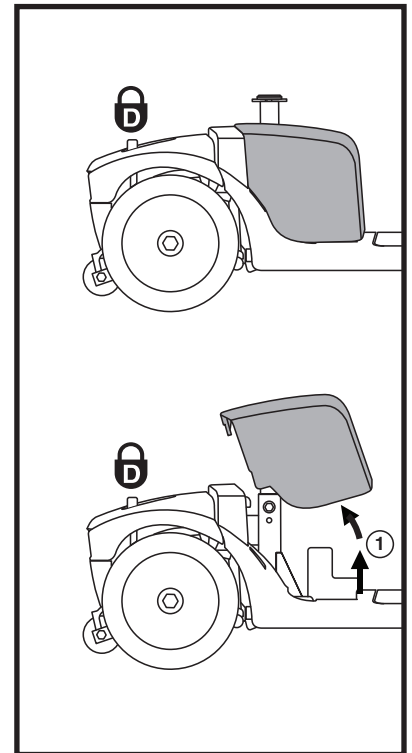

Figure 8. Retirer/Installer le protecteur de la batterie
1. Retirez le siège et le capot à batteries. **Voir la figure 8.**